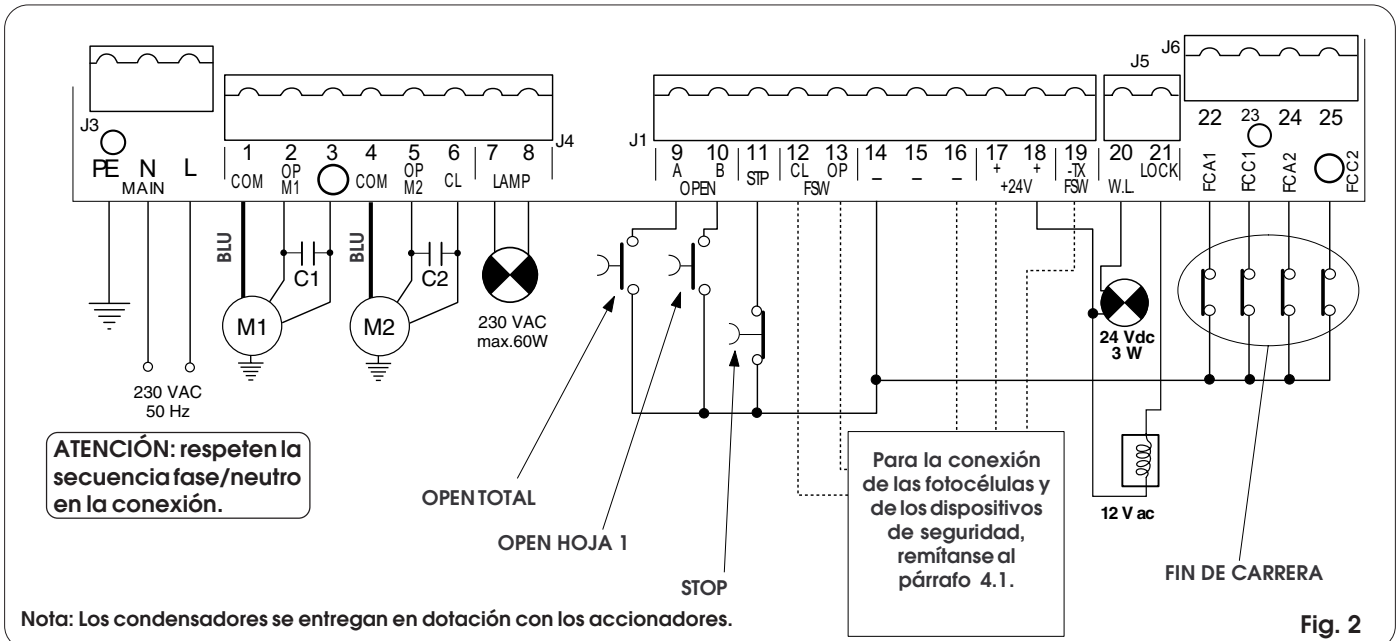

Fig. 2
- Conecten el cable de tierra al específico borne previsto en el conector J3 del equipo (véase fig.2).
4.2. Regleta de bornes J3 - Alimentación (fig. 2)
4.3. Regleta de bornes J4 - Motores y destellador (fig. 2)
4.4. Regleta de bornes J1 - Accesorios (fig. 2)
4.5. Regleta de bornes J5- Luz testigo y Electrocerradura (fig. 2)
4.7. Regleta de bornes J6- Fines de carrera y/o encoder (fig. 2)